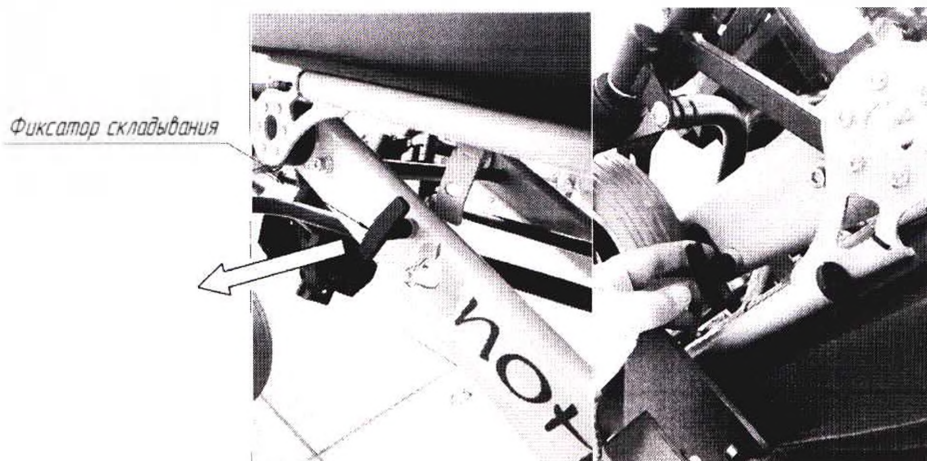

Рис. 2
- удерживая в отжатом положении фиксатор складывания (см. Рис.2) разложить электроколяску потянув вверх за каркас спинки электроколяски (см.раздел 7)